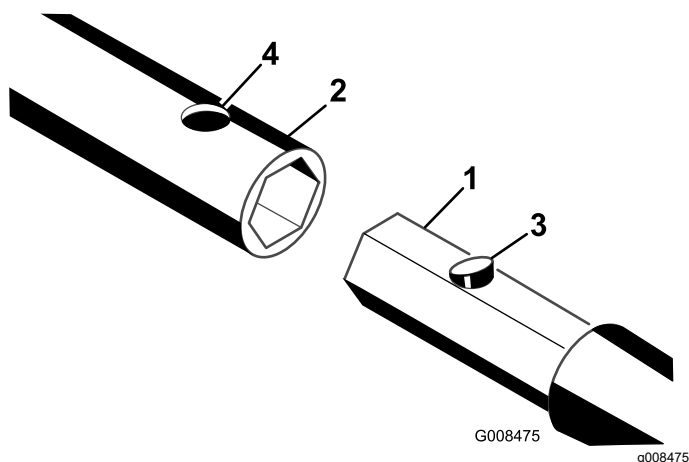

Figure 25
3. Glissez l'embout hexagonal d'une tige, d'un trépan de forage ou d'un alésoir dans le manchon. Alignez le trou dans le manchon et le bouton-poussoir de fixation (Figure 25).
4. Appuyez sur le bouton-poussoir de fixation et poussez l'embout dans le manchon jusqu'à ce que le bouton-poussoir s'enclenche dans le trou du manchon (Figure 25).